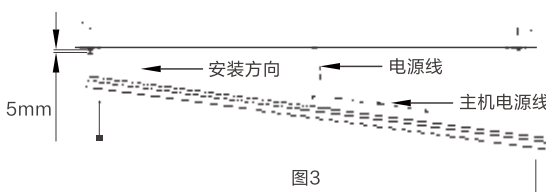

图3
- 如图3, 小心托起主机, 将主机装入膨胀螺丝及垫片并用螺母拧紧。